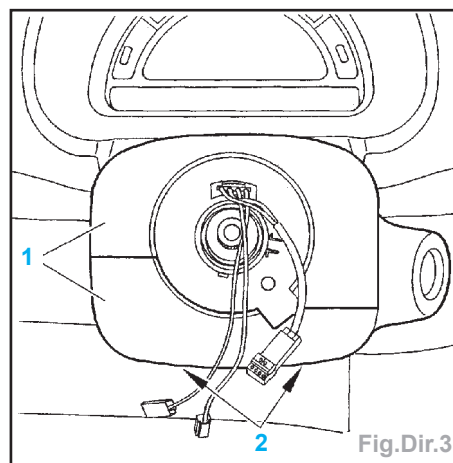
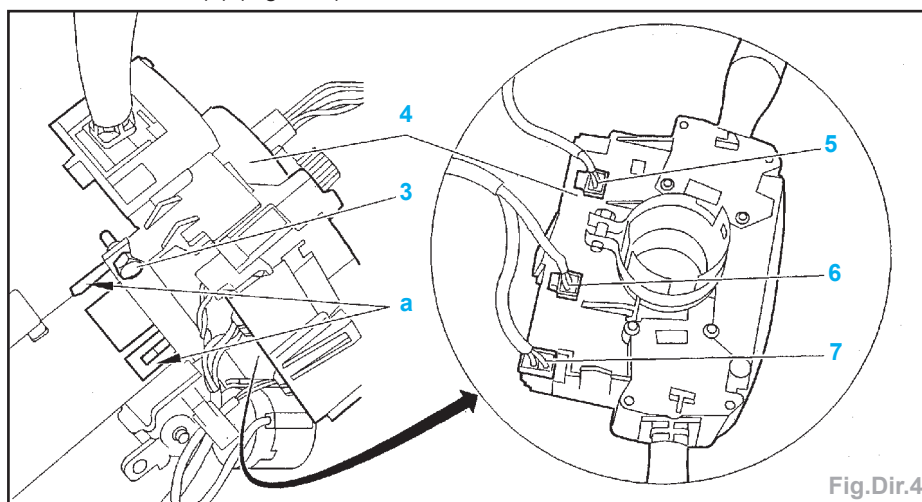
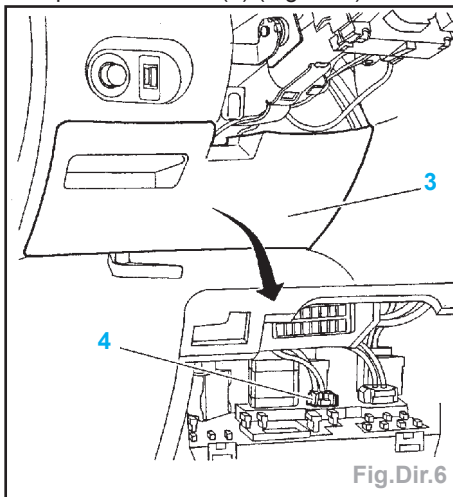

Fig.Dir.3
Fig.Dir.4
Fig.Dir.6
- Déposer (Fig.Dir.3) :
- les vis (2),
- l'habillage de la colonne de direction (1).
- Desserrer la vis (3) (Fig.Dir.4).
• les vis (2).
• l'habillage de la colonne de direction (1).
- Déposer le cache (3) (Fig.Dir.6).
• les vis (2),
• l'habillage de la colonne de direction (1),
- l'habillage de la colonne de direction (1),